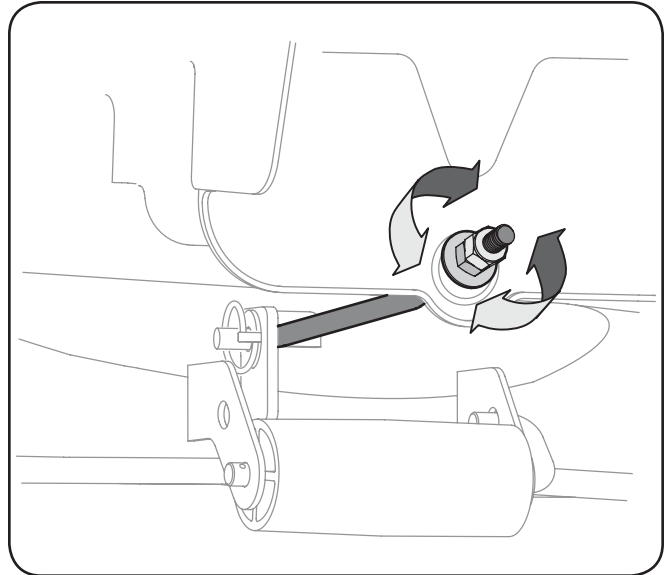

Figure 6-5
l'écrou à six pans interne. Voir la Figure 6-5.
3. Desserrez l'écrou à six pans pour abaisser l'avant du plateau de coupe. Voir la Figure 6-5.